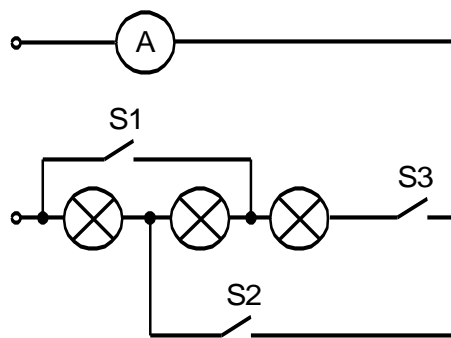

Рис.1
41. До електричного кола прикладена напруга 6,3 В. Кожна лампа споживає струм 0,26 А при нарузі 6,3 В. Які вимикачі S потрібно включити, щоб на повну потужність світила одна лампа? Яка при цьому буде сила струму в проводах, що підводять струм? (Рис.1).